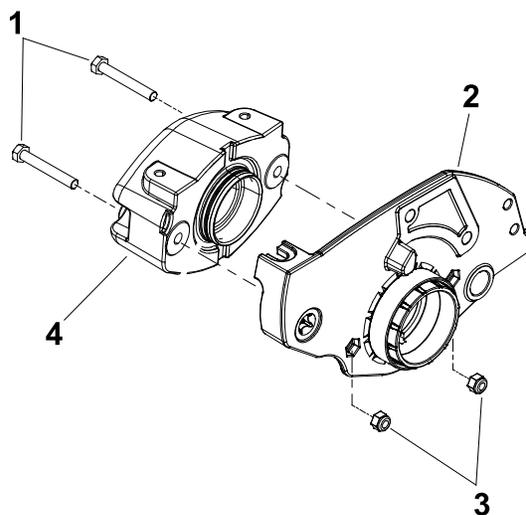

Рисунок 16
15. С помощью винтов с головкой и шестигранных гаек закрепите груз на правой боковой пластине (**Рисунок 16**).